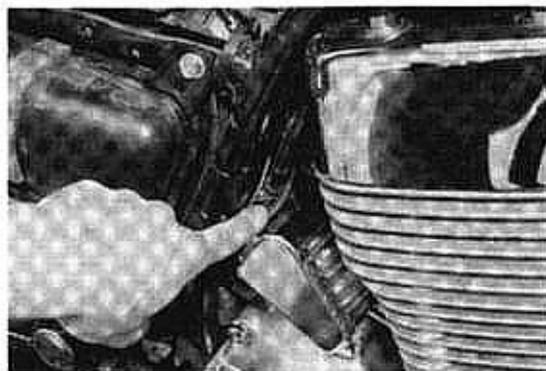

Bild 38
Dabei darauf achten, dass Stößel ⑧ des Dekompressormagneten (Bild 38) an seinem oberen Ende steht.